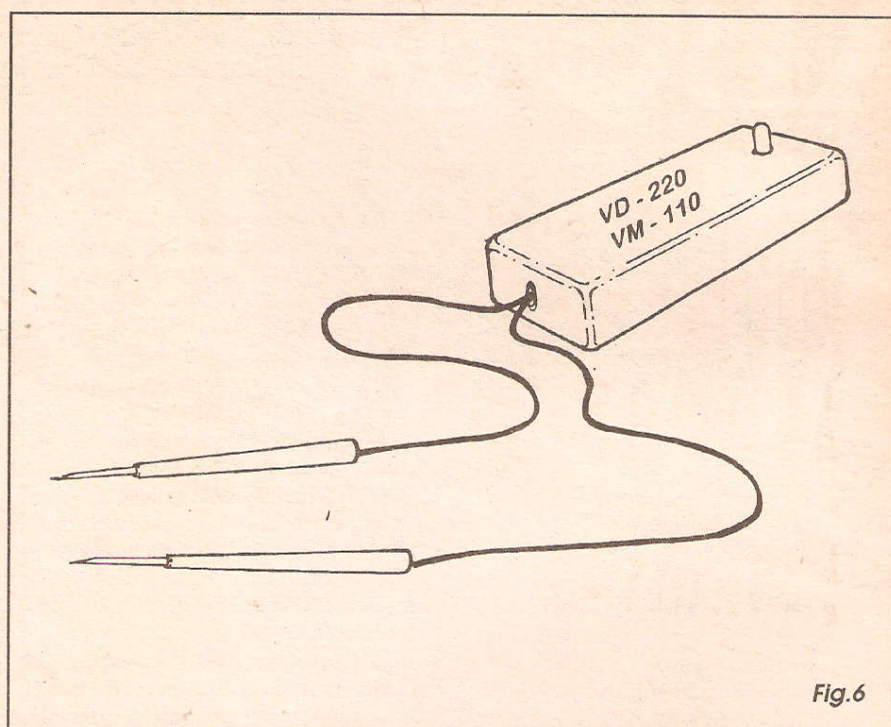

Fig.6
- FIG. 6 - SUGESTÃO PARA O ACABAMENTO EXTERNO DO VOCA - Embora outras soluções estéticas e práticas possam ser adotadas pelo montador, parece-nos que a sugestão (simples e direta...) da figura é a mais conveniente, sob todos os aspectos, para o acabamento do VOLTEST C.A.... Numa das extremidades do painel principal do *container* plástico, deve ficar o LED, sobressaindo apenas a sua *cabeça* de um furo com o conveniente diâmetro (uma gotinha de adesivo forte, aplicado *por dentro* da caixa, fixará perfeitamente o LED, se isso for julgado necessário...). Do centro da menor face oposta à posição ocupada pelo LED, podem sair os dois cabos que vão às pontas de prova, passando por um furinho... Interiormente à caixa, tais cabos devem receber um nó (ou uma presilha...) de modo que acidentais esforços externamente aplicados não possam romper suas conexões à placa... Finalmente, quem quiser *caprichar* poderá aplicar inscrições ao topo do *container* com as indicações das cores/tensões respectivamente indicadas pelo acendimento do LED...